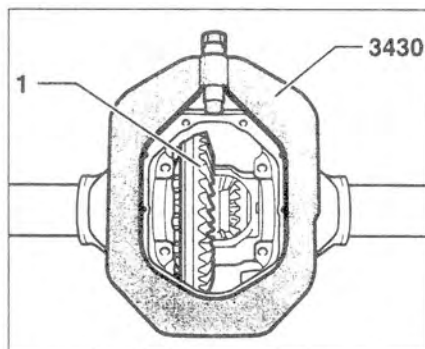

Рис. 5.99. Извлеките дифференциал 1 с наружными кольцами роликовых подшипников и регулировочными прокладками.
5. Извлеките дифференциал 1 с наружными кольцами роликовых подшипников и регулировочными прокладками (рис. 5.99).
22. Установите дифференциал 1 с регулировочными прокладками S1 и S2 и наружными кольцами конических роликовых подшипников (рис. 5.99).